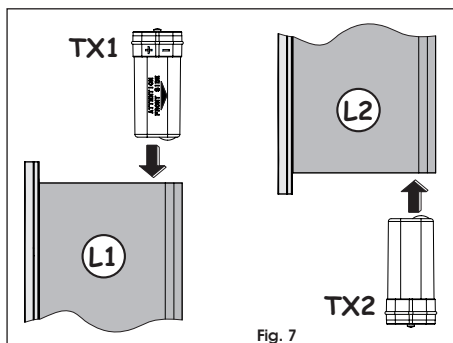

Fig. 7
Inserire le batterie (fornite a corredo) nei trasmettitori superiore ed inferiore, rispettando le polarità indicate sul contenitore plastico (TX1 e TX2 Fig. 7).
- Inserire i trasmettitori alle estremità dei profili in gomma rispettando il senso indicato in Fig. 7, con la lente in prossimità del bordo frontale di rilevazione della costa.
- 4) Sostituire le pile rispettando le polarità indicate sul contenitore plastico (Fig. 7).